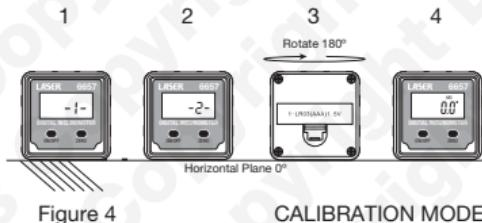

Figure 4
- Placer l'inclinomètre numérique 6657 sur une surface plane et lisse. Appuyer sur le bouton **B** pour l'allumer, puis sur les boutons **B** et **C** en même temps pour passer en **Mode étalonnage** : -1- apparaît sur l'afficheur (voir la **Figure 4**).